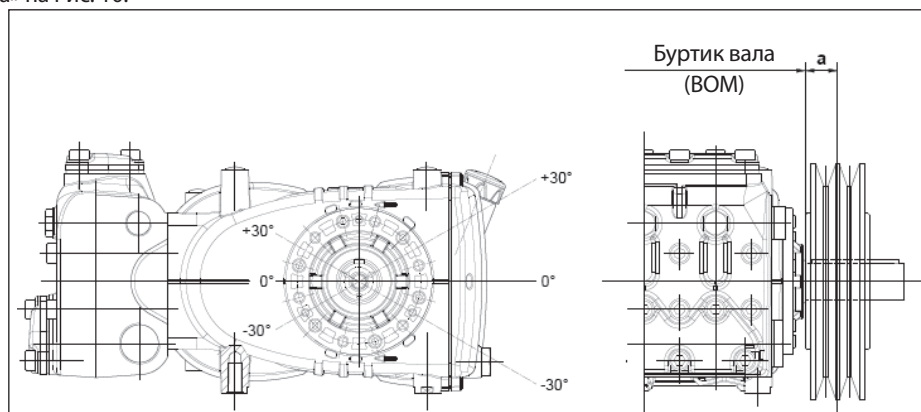

Рис. 10
Передача считается соответствующей, если данная нагрузка прилагается на максимальном расстоянии  $a=30$  мм от буртика вала (ВОМ), как указано на Рис. 10.
- б) Пользуйтесь ремнями с высоким КПД, например, **XPB** вместо **SPB**, поскольку в этом случае потребуется меньшее количество ремней при одинаковой передаваемой мощности, что в свою очередь сократит расстояние между результирующей силой и буртиком вала (ВОМ) «а» на Рис. 10.
- д) Натягивайте ремень в направлении, указанном на Рис. 10, в случае особых потребностей обратитесь в **технический отдел** или **службу технической поддержки**.